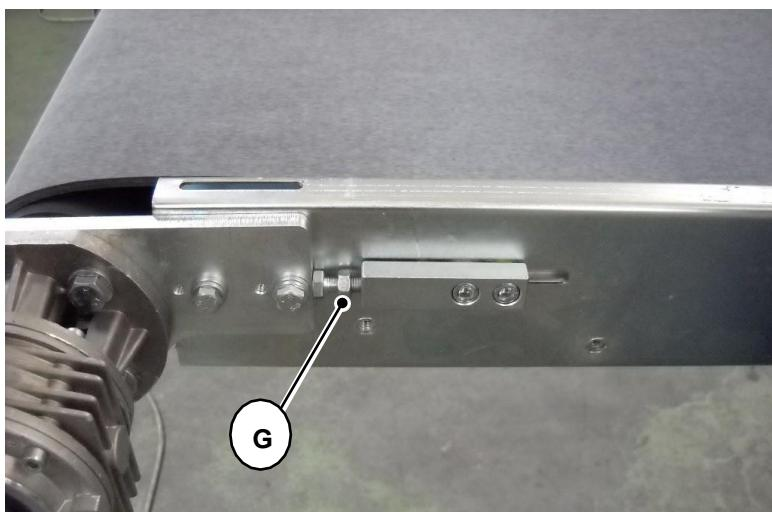

Fig. 09-25
- Para garantir que a correia esteja não só corretamente esticada, mas também centrada (a uma distância dos lados), rodar o parafuso de regulação "G" (**Fig. 09-25**).